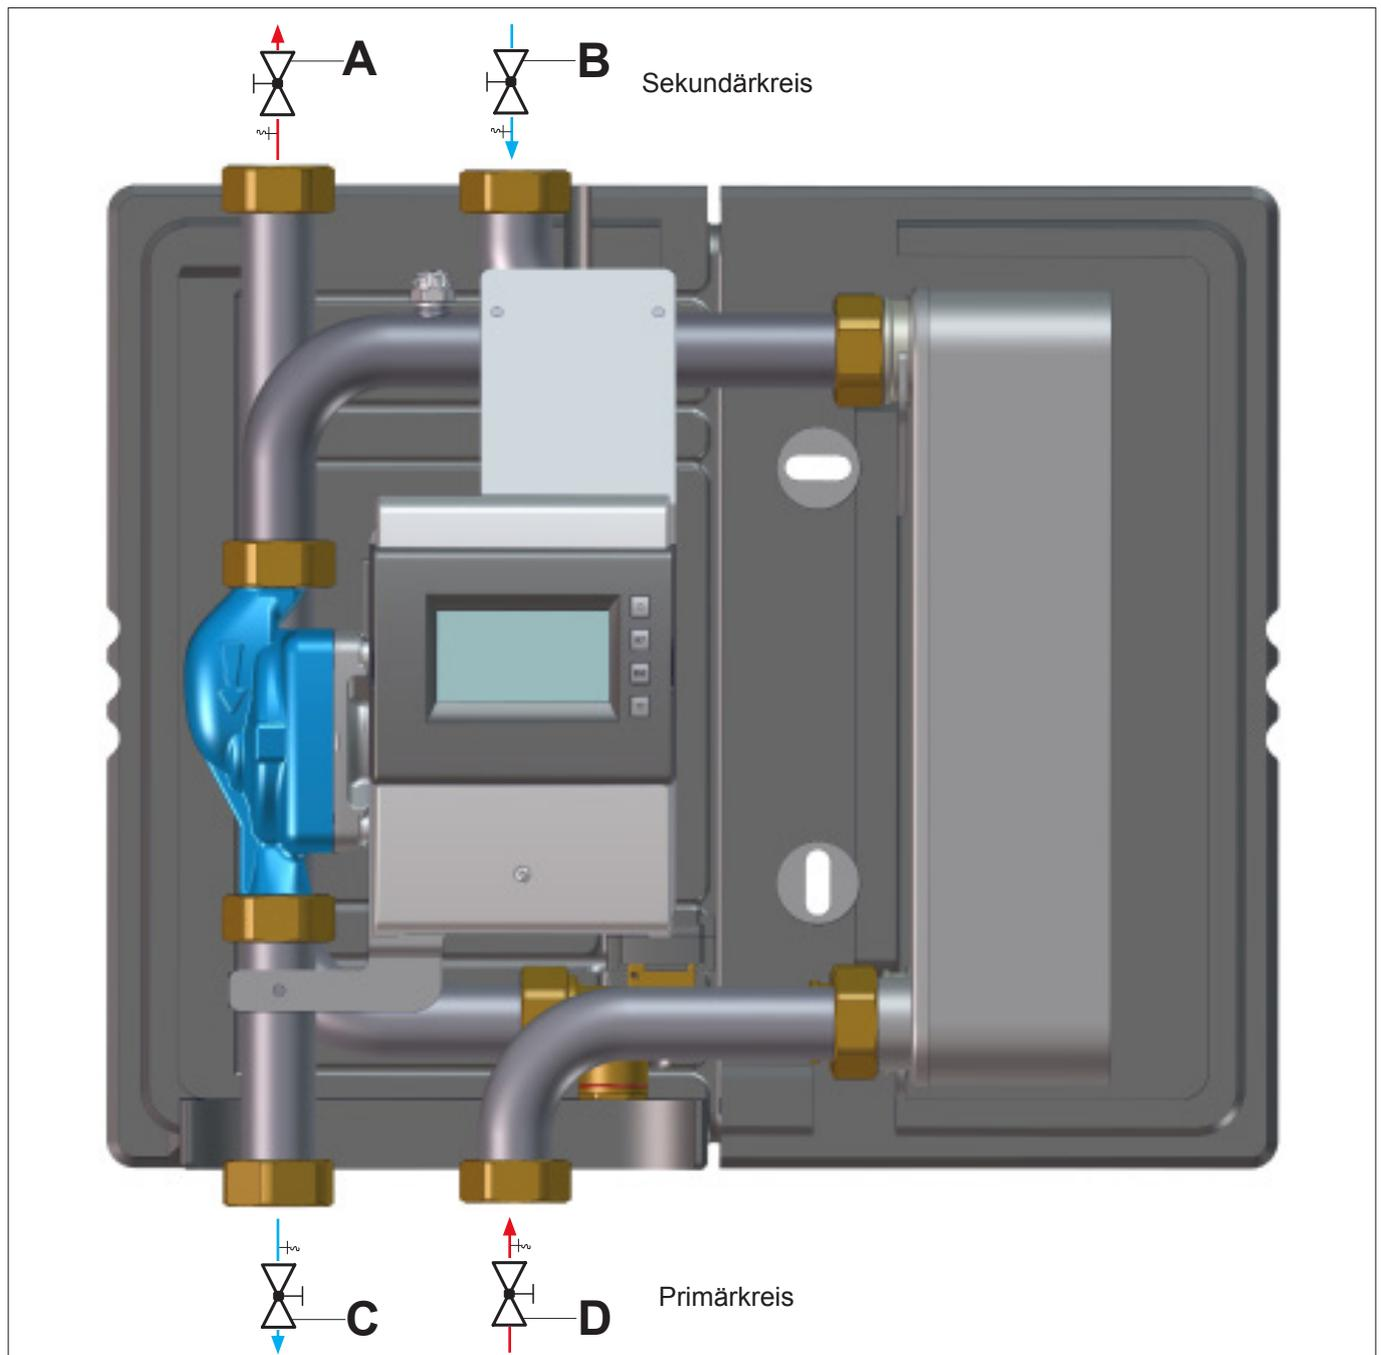

Abb. 5: Friwa Easy anschließen
- Öffnen Sie **langsam** die Absperrhähne (Pos. C+D, Abb. 5 auf Seite 11) des Primärkreises.
- Öffnen Sie **langsam** die Absperrhähne (Pos. A+B, Abb. 5 auf Seite 11 des Sekundärkreises).